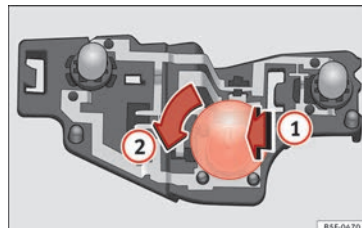

Bild 114 Glödlampornas position i lamphållaren
- Tryck in den trasiga glödlampen lätt i lamphållaren **1**, vrid den sedan åt vänster **2** och ta bort den » **bild 114**.